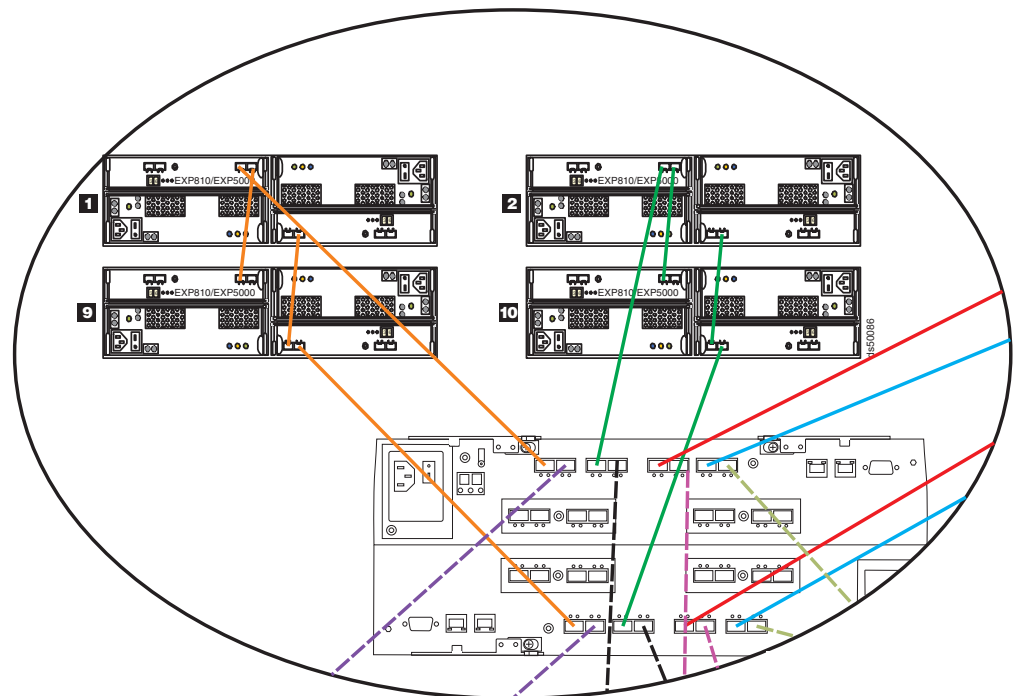

図 56. 1 つの DS5100 または DS5300 および 16 の EXP5000 ストレージ拡張エンクロージャー
図 56 では、1 つの DS5100 または DS5300 および 16 の EXP5000 ストレージ拡張エンクロージャーのケーブル接続方式を示しています。図は、ケーブル接続方式のクロスセクションのみを示しています。この構成内のドライブ・チャンネル・ポートの各冗長ペアには、2 つの EXP5000 拡張エンクロージャーがカスケード方式で接続されています。
- a. 1 番目の EXP5000 の後に、9 番目の EXP5000 を追加します (99 ページの図 56 の 9 を参照)。
- b. 1 番目の EXP5000 (1) の左方の ESM 上のポート 1A を、9 番目の EXP5000 (9) の左方の ESM 上のポート 1B に接続します。
- c. 1 番目の EXP5000 (1) の右方の ESM 上のポート 1B を、9 番目の EXP5000 (9) の右方の ESM 上のポート 1A に接続します。
- d. 1 番目の EXP5000 (1) の右方の ESM 上のポート 1B と DS5100 または DS5300 上のドライブ・チャンネル 5 のポート 1 の間の接続を 9 番目の EXP5000 のポート 1B に移動します。
3. 2 を繰り返して、残りの EXP5000 を 9 番目の EXP5000 (9) の右方の ESM 上のポート 1B に接続します。